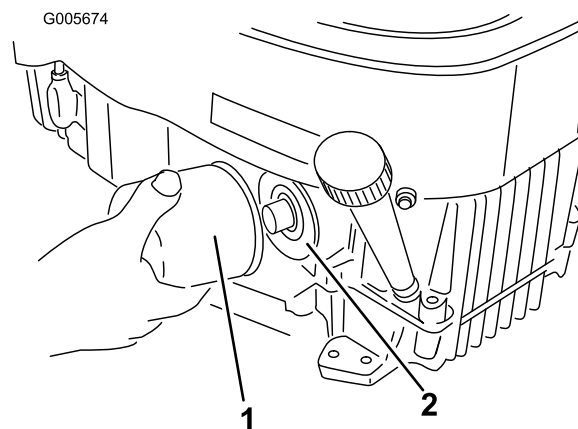

Figure 37
2. Retirez le filtre usagé (Figure 37).
4. Posez le filtre à huile de rechange sur l'adaptateur. Tournez le filtre dans le sens horaire jusqu'à ce que le joint rejoigne l'adaptateur, puis donnez 3/4 tour supplémentaire (Figure 37).